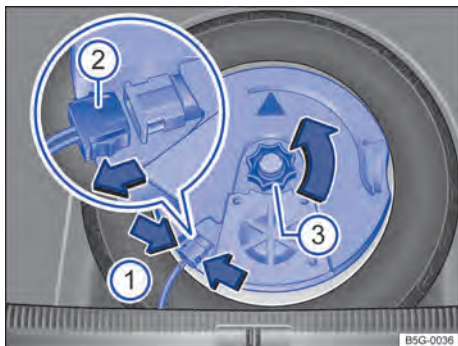

Fig. 255 No compartimento de bagagem: desinstalar o subwoofer (variante 1).
- Para destravar o conector → Fig. 255 (2), pressionar as linguetas → Fig. 255 (setas 1).
- Puxar o conector → Fig. 255 (2) no sentido da seta e colocar o cabo elétrico removido de lado.
- Desenroscar o manipulador → Fig. 255 (3) girando-o no sentido da seta.
- Encaixar o conector → Fig. 255 ② até que trave de forma audível.
- Enroscar o manípulo → Fig. 255 ③ no prisioneiro girando-o em sentido oposto ao da seta até que o subwoofer esteja seguramente preso.